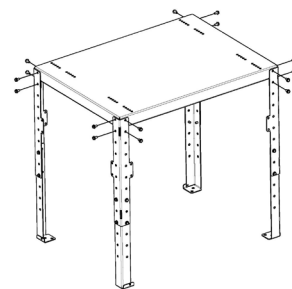

Fig. 39 - Assembler les jambes + le plan
- Fixer le plan d'appui de l'insert sur les jambes (voir **Fig. 39**).